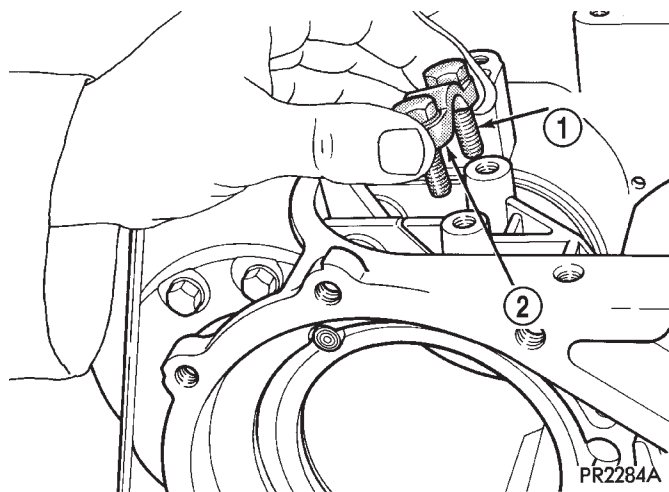

Fig. 24 Soporte y pernos
- 2 - PERNOS (2)
(24) Retire el soporte y los pernos (Fig. 24).